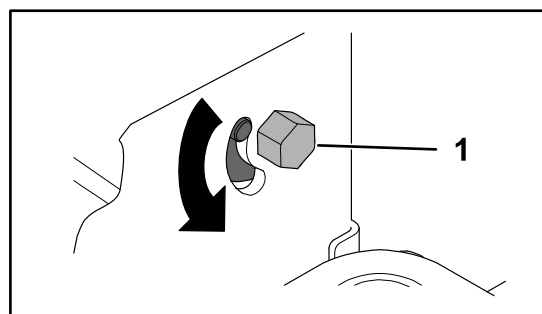

Figure 54
3. Localisez le boulon de réglage de la dérive près du levier de commande de déplacement du côté qui nécessite le réglage (Figure 54).